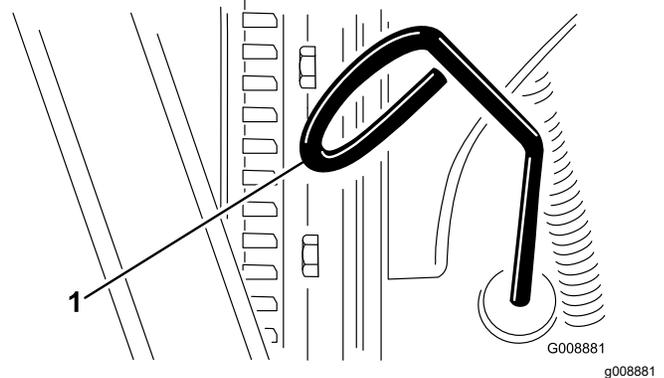

Figure 68
3. Retirez la jauge (Figure 68) et essuyez-la sur un chiffon propre.